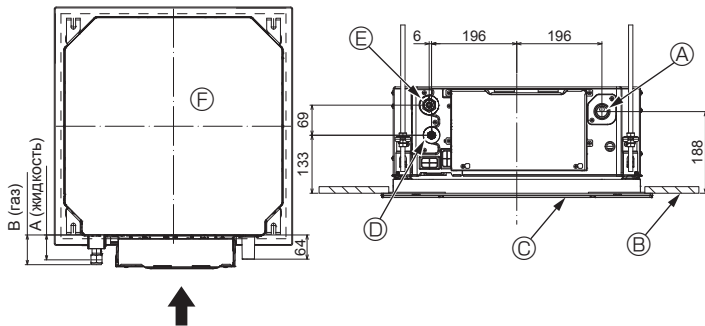

Fig. 5-7
5.4. Расположение трубопроводов охладителя и дренажа (Fig. 5-7)